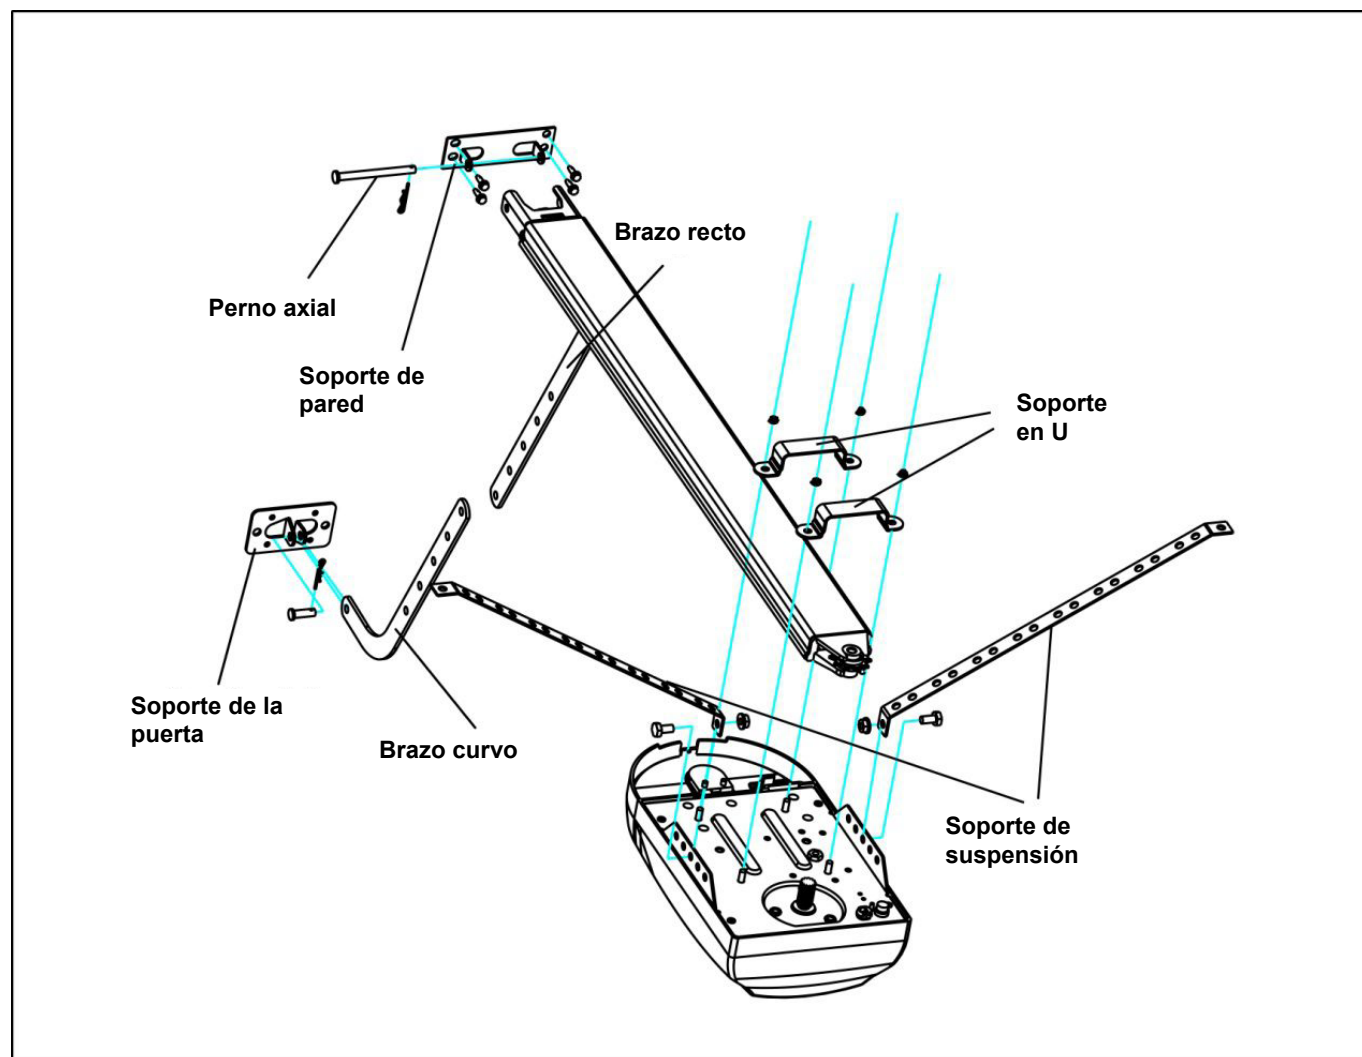

FIG. 4
2. Fijar la guía de acero en el soporte de pared con el perno axial (Fig. 4).